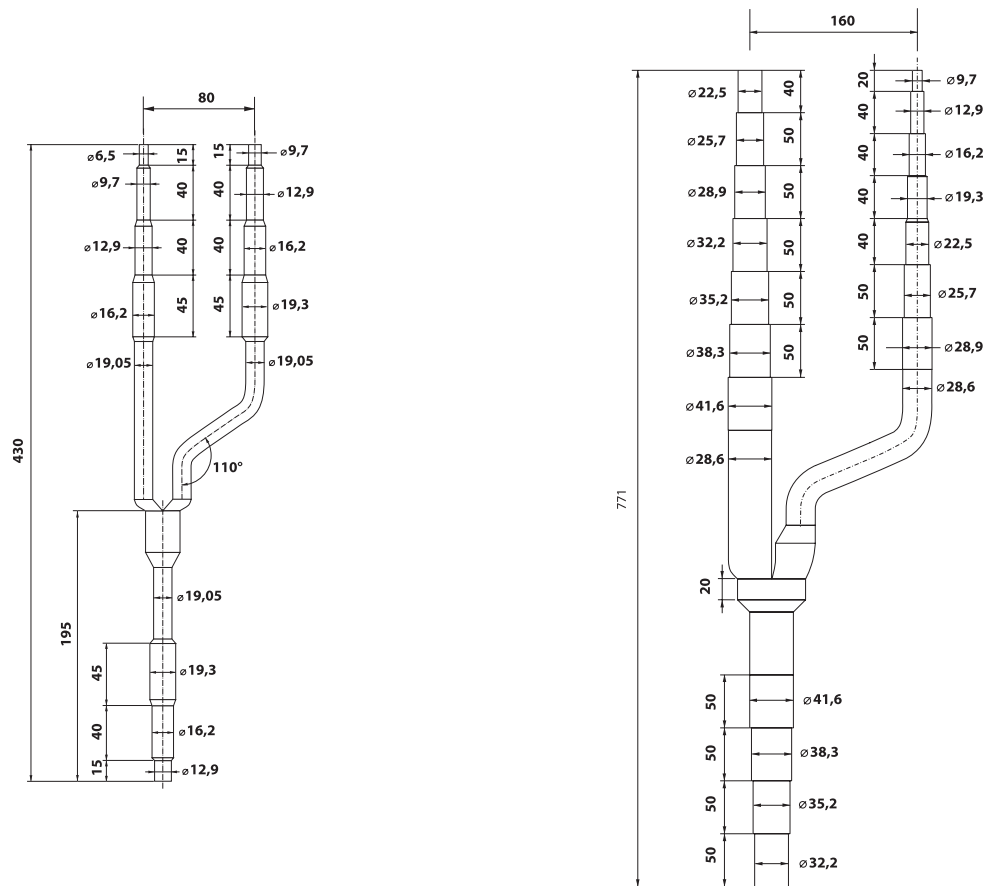

Рис. 6.3(г)
6.3.8 Диаметр труб между разветвителями (рис. 6.3) подбирается по таблице 6.6.